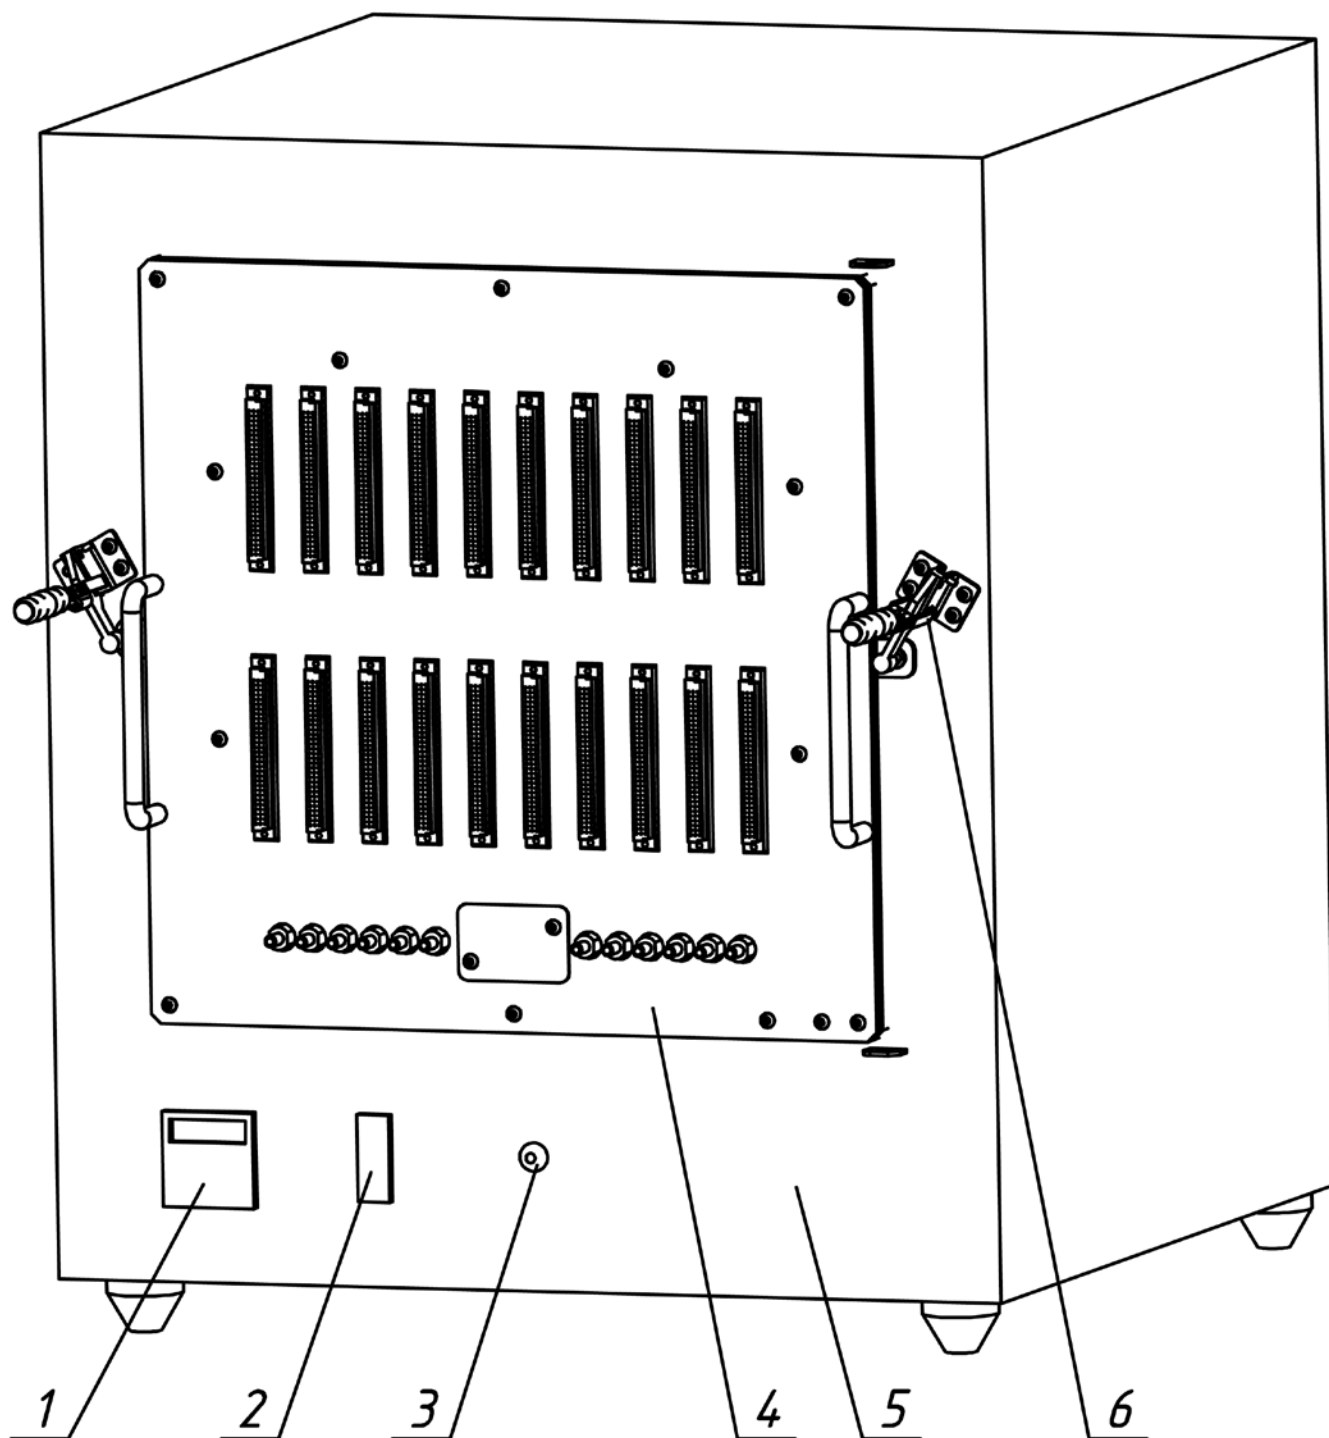
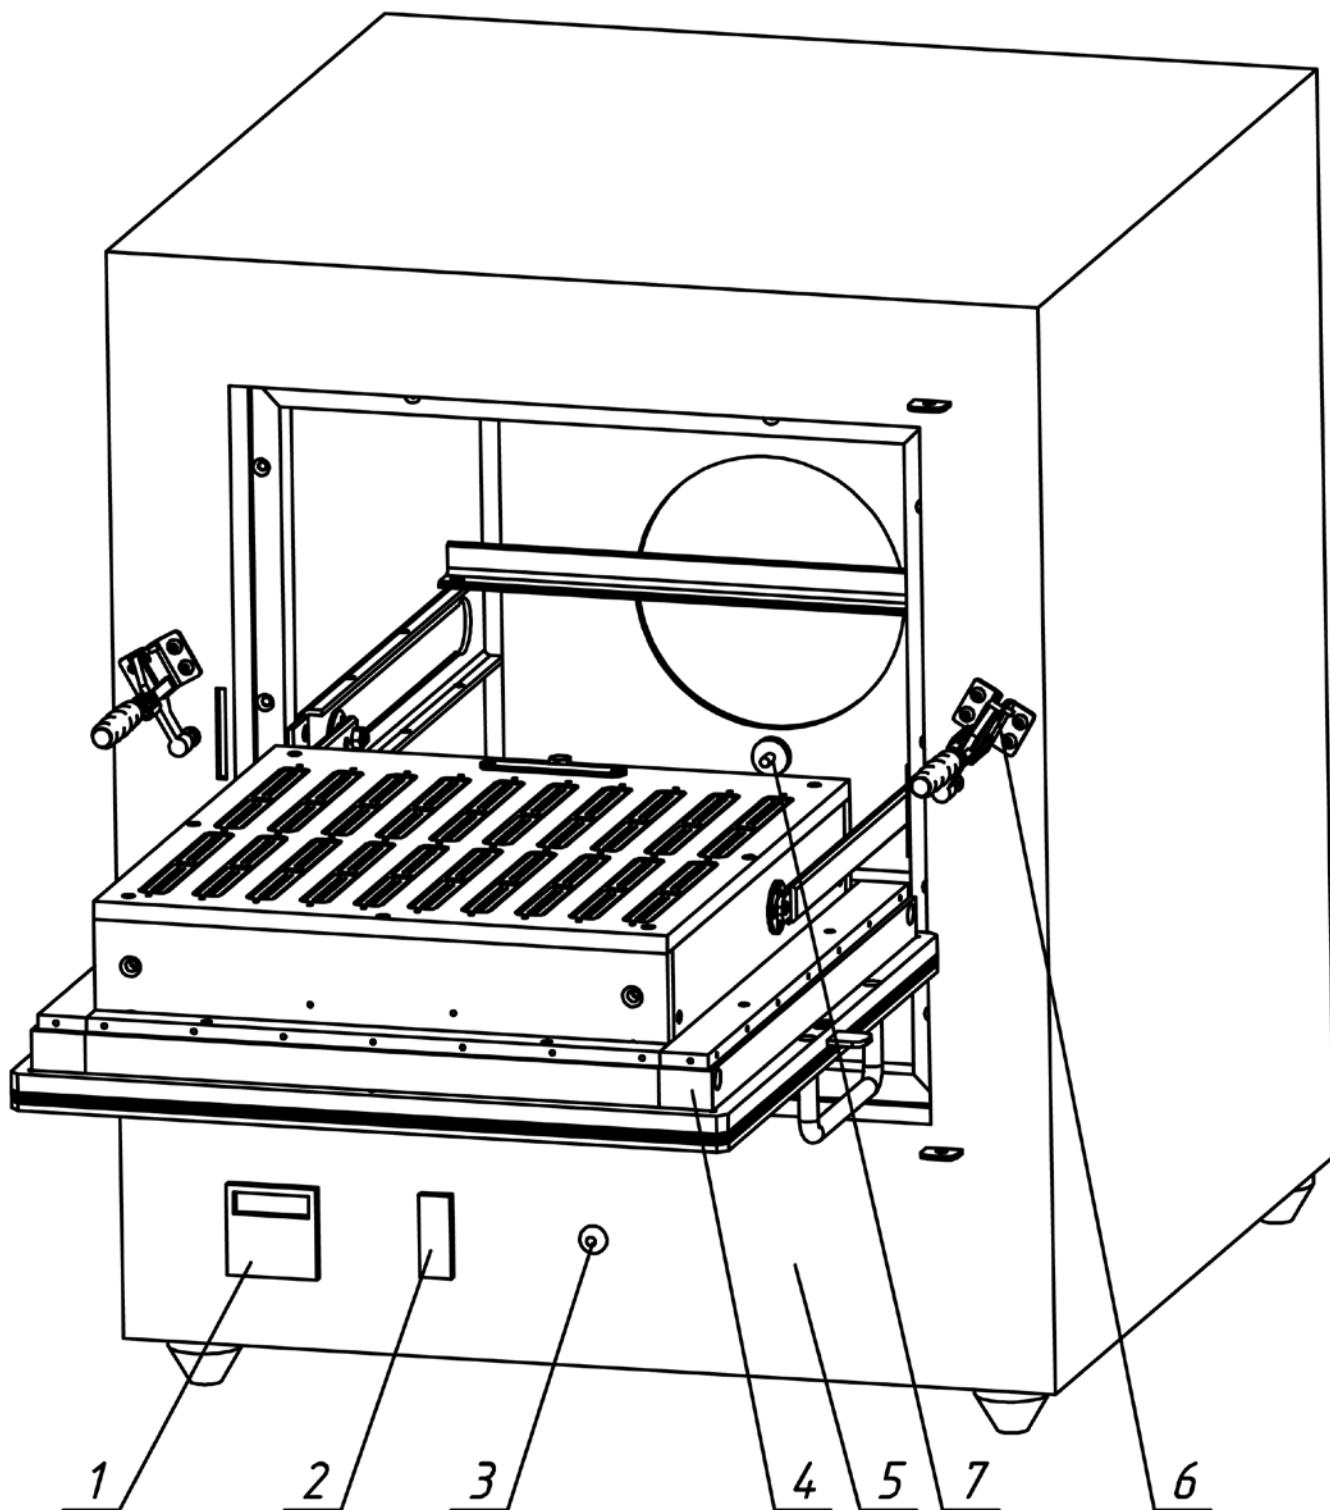
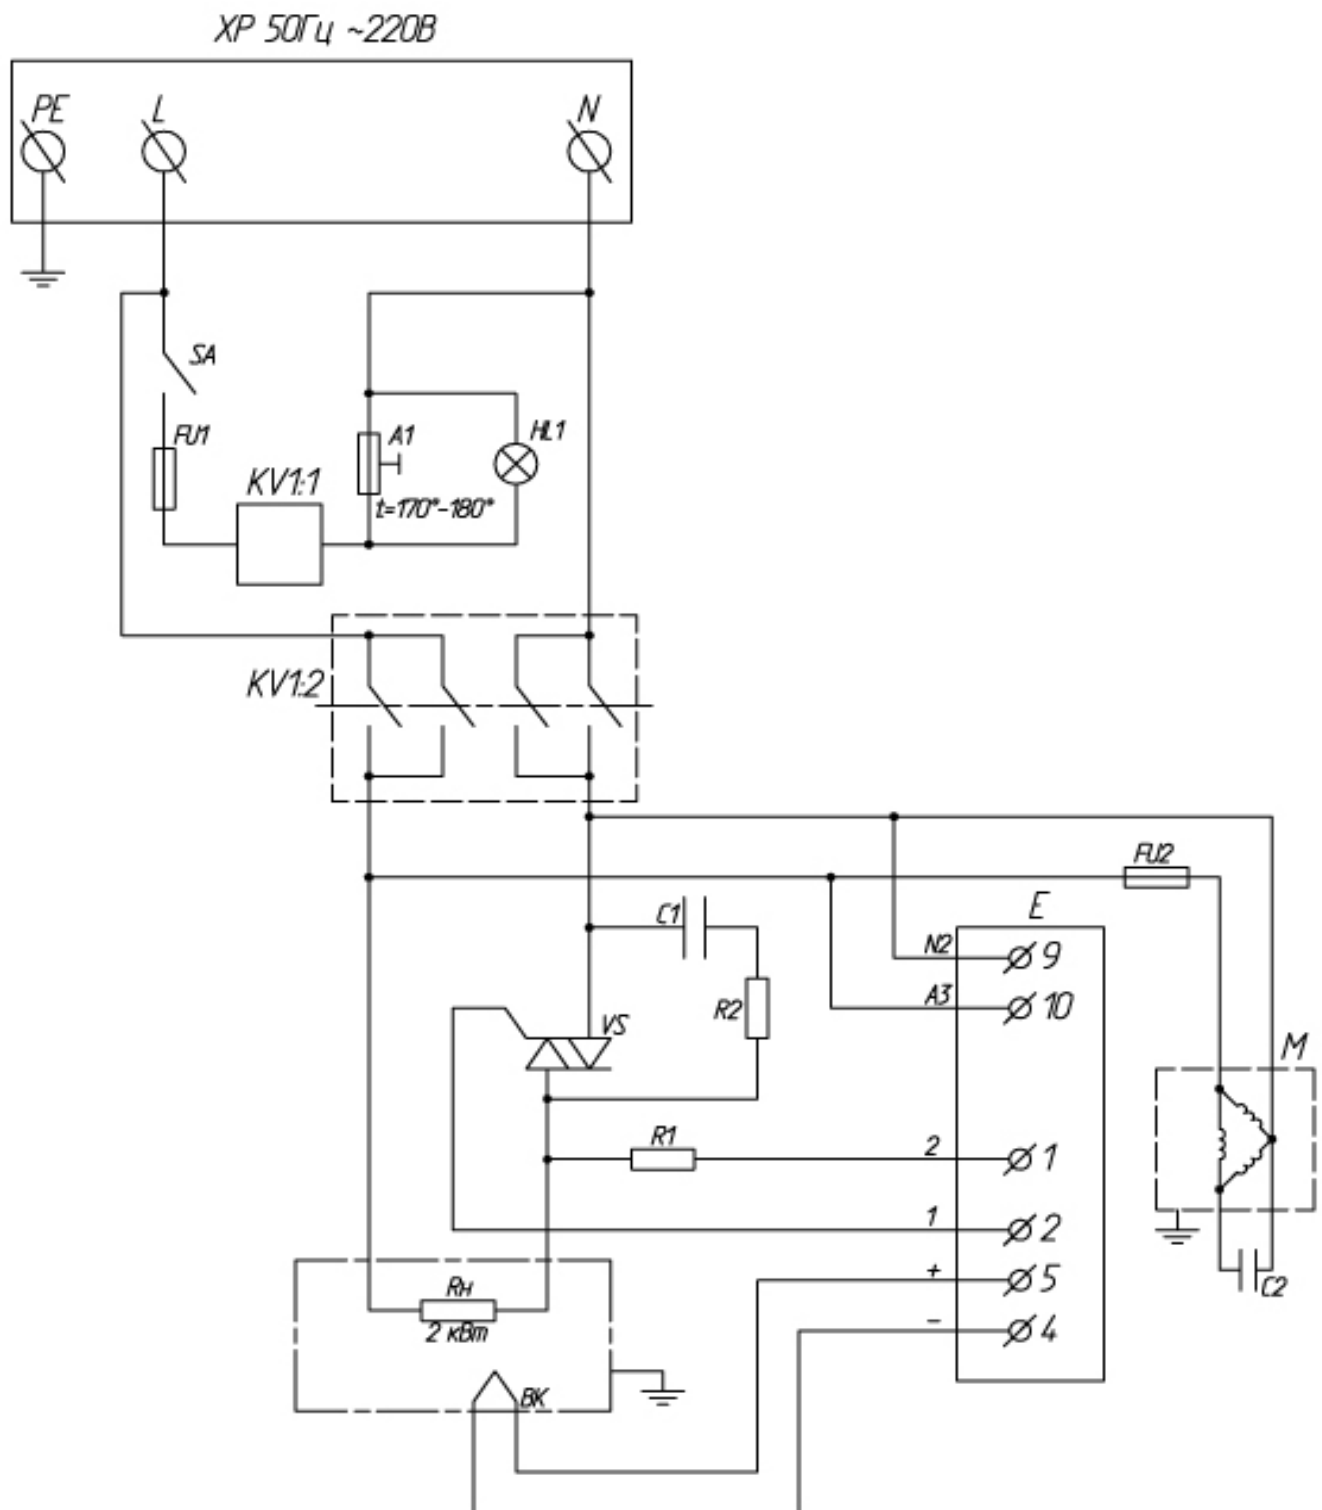

Рисунок 1 – Стенд СИЭК-160 в готовом к работе положении
Рисунок 2 – Стенд СИЭК-160 в загрузочном положении.
Рисунок 3 – Электрощкаф СНОЛ – 3,5.3,5.3,5/3,5-И5М.
Стенд испытаний электронных компонентов СИЭК-160 (рис.1) состоит из электрошкафа, кассеты, устройств контроля, управления и защиты. В рабочей камере расположена крыльчатка вентилятора с защитным кожухом и термоэлектрический преобразователь (термопара), а также термоограничитель 7 (рис.2).
Испытание электронных компонентов производится внутри камеры шкафа 5 (рис.1). Работа стенда организована следующим образом: в открытом состоянии (рис. 2) коммутационные платы с электронными компонентами, размещёнными в них, устанавливаются в разъёмы (розетки РГ-35-3) кассеты, обеспечивая надёжное контактирование; кассету поворачивают на 90° и, используя ручки кассеты, осуществляется её движение, по направляющим, внутрь камеры; уплотнение и устранение значительных зазоров достигается путём поворота ручек 6 (рис.1) на угол 90°, с одной и с другой стороны; с лицевой стороны кассеты происходит контактирование с разъёмами (розетка СНП 59-96Р) устройств, организующих внешнее электрическое воздействие на соответствующие электронные компоненты. С этой же стороны кассеты располагаются силовые контакты питания (“ V_e ”, “ V_n ”, “+”, “-“, “СМN”), с помощью которых возможно подключение внешних источников питания.
выключателя 2 со светодиодной индикацией. **ЗАПРЕЩЕНО** включать стенд в загрузочном положении, изображённом на рис. 2.
4.1.2 Контроль и автоматическое регулирование температуры осуществляется микропроцессорным регулятором OMRON E5CWL по сигналам термопары (рис.3). Для правильной работы со шкафом и стенда в целом необходимо ознакомиться с документацией на регулятор. Включение шкафа происходит переводом выключателя 2 в положение “I”
4.1.3 В камере установлен восстанавливаемый ограничитель температуры A1 (рис. 3). При превышении температуры в камере свыше 170°C ограничитель отключает подачу электроэнергии на силовую часть шкафа. При этом загорается индикатор 3 (рис. 1, 2). После устранения причин перегрева шкафа, НЕОБХОДИМО обесточить шкаф, отключив его от сети и переведя выключатель 2 (рис. 1) в положение “0”. После остывания камеры до температуры ниже 50 °C, нажать на кнопку ограничителя 7 (рис.2), при этом восстановится цепь питания магнитного пускателя KV1 (рис. 3), обеспечив возможность включения электрошкафа клавишей выключателя 2 (рис. 1).
8.2 Привести стенд в положение рис.2.
8.4 Привести стенд в положение рис.1.
8.13 При достижении в камере допустимой для выгрузки температуры, привести кассету в положение рис.2, соблюдая меры предосторожности, извлечь коммутационные платы с электронными компонентами.
8.14 Вернуть кассету в положение рис.1